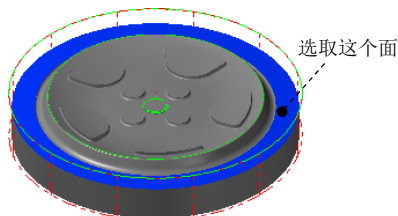

图 15.57 选取加工面
(1) 在图形区中选取图 15.57 所示的面，然后按 **Enter** 键，系统弹出“刀具路径的曲面选取”对话框。